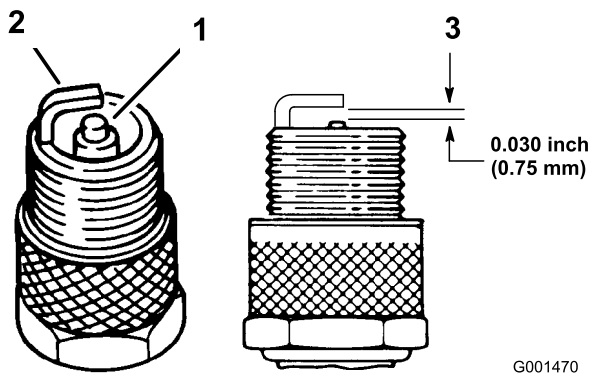

Bild 26
- Sehen Sie sich die Mitte der Zündkerzen an (Bild 26). Wenn der Kerzenstein hellbraun oder grau ist, ist der Motor richtig eingestellt. Eine schwarze Schicht am Kerzenstein weist normalerweise auf einen schmutzigen Luftfilter hin.
- Prüfen Sie den Abstand zwischen den mittleren und seitlichen Elektroden (Bild 26). Verbiegen Sie die seitliche Elektrode (Bild 26), wenn der Abstand nicht stimmt.
- Schließen Sie die Zündkerzenstecker an die Zündkerzen (Bild 26).